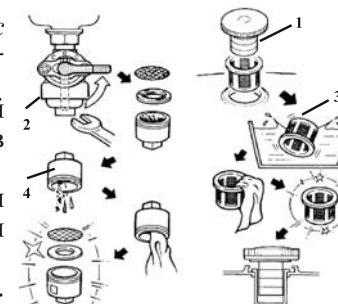

рис. 5
7.5.1 Снимите крышку бензобака 1 (рис. 5) и колпачок крана подачи бензина 2 (рис. 5), стараясь не повредить уплотнения. Слейте остатки топлива во вспомогательную ёмкость.
7.5.2 Удалите загрязнения с фильтров 3 и 4 (рис. 5) промыванием в лёгком растворителе (типа №646, Уайт-Спирит) и продувкой. Высушите фильтры и установите их на место.